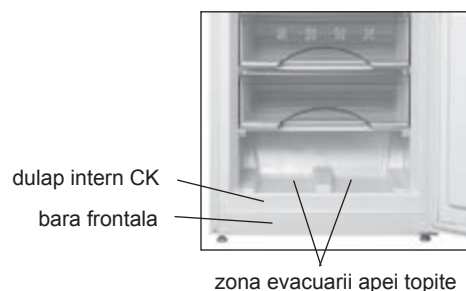

Figura 6 — Colectarea apei topite din CK
- a elimina apa topită din zona scurgerii în conformitate cu figura 6 cu o materie ce absoarbă ușor pe măsura topirii poleiului;